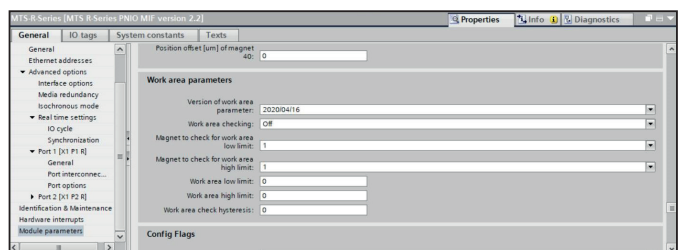

Abb. 67: Einstellung der Schaltpunkte für den Arbeitsbereich (work area)
- **Einstellen der Schaltpunkte für das Eingangsmodul „Sensor status 2“:** Um die Informationen aus dem Eingangsmodul „Sensor status 2“ zu lesen, ziehen Sie dieses Modul in das Fenster „Device Overview“. Im Abschnitt „Work area parameters“ des Sensors können Sie unter „Work area parameters“ die Parameter der Schaltpunkte einstellen (Abb. 67):